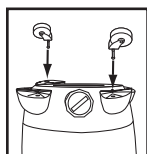

FIGURE 10
8. Prenez les roulettes restantes et placez une rondelle sur la tige de chacune d'elle. Insérez les roulettes dans la patte de roulette en glissant les tiges des roulettes dans les orifices prévus à cette fin. Appliquez une pression et un mouvement de torsion jusqu'à ce que les roulettes s'enclenchent. **FIGURE 10.**